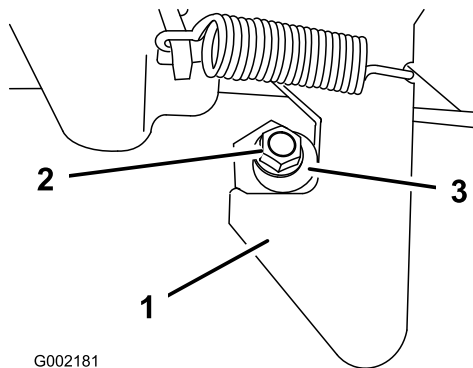

Figura 13
1. Desaperte a porca no perno do trinco (Figura 13).
2. Rode o perno no sentido dos ponteiros do relógio até o encostar ao trinco e aperte a porca (Figura 13).